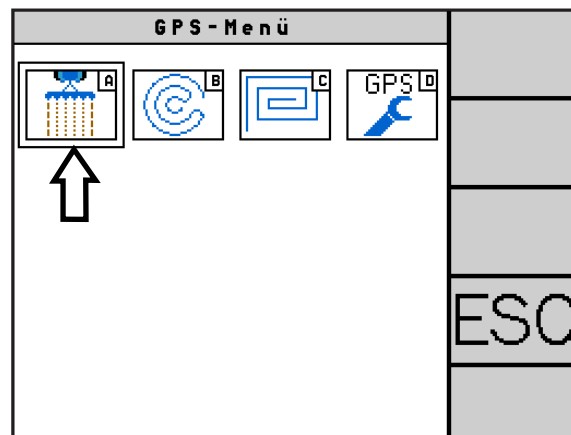

Abb. 151: Modus „Gerade AB-Spur“ wählen
Wählen Sie im GPS-Menü „Gerade AB-Spur“ (A) (siehe Abb. 151), um gerade Spuren anzulegen.